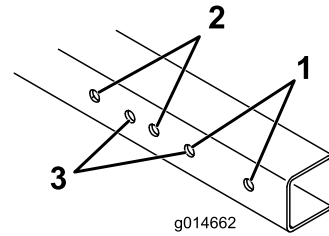

图 2
1. 请参阅图 2 确定应该选用哪些安装孔以适合您的果岭剪草机宽度。
**注意** 在 Greensmaster 1000、1010 和 2000 机器上当配备疏草刀时必需卸下疏草刀端的车轮轴然后购买并安装新的车轮轴零件号 106-5385。此外将疏草刀端的轨道总成安装到 Greensmaster 1600 和 1610 的孔位置上图 2。